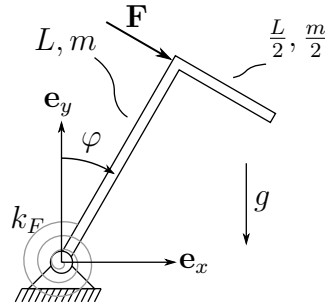

Abbildung 2: Mechanisches System
3. Gegeben ist das in Abbildung 2 dargestellte mechanische System. Ein Träger ist im Ursprung drehbar um den Winkel  $\varphi$  gelagert und setzt sich aus zwei starr miteinander verbundenen Stäben zusammen. Die Stäbe haben die Länge  $L$  bzw.  $L/2$  und die Massen  $m$  bzw.  $m/2$ . Näherungsweise kann das Massenträgheitsmoment eines Stabes mit  $\theta_{zz,Stab}^{(S)} = \frac{m_S L_S^2}{12}$  angegeben werden. Die Erdbeschleunigung  $g$  wirkt in negative  $\mathbf{e}_y$ -Richtung.